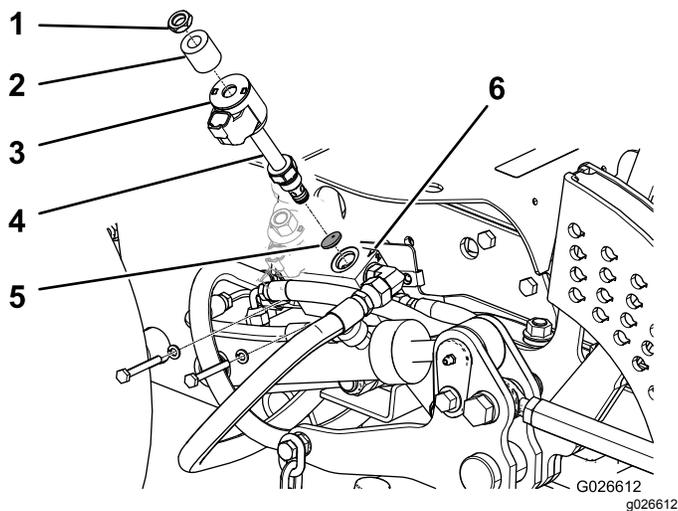

Figura 10
- E. Rimuovete il distanziale, la bobina e la valvola a solenoide dal collettore della valvola di sollevamento (Figura 10).
F. Inserite il disco dell'orifizio nell'apertura del collettore, posizionandolo in modo che l'estremità smussata sia rivolta verso l'interno (Figura 10).
H. Montate il gruppo bobina/distanziale nella valvola a solenoide (Figura 10).
I. Fissate il gruppo bobina/distanziale alla valvola con il dado (Figura 10) e serrate il dado a 7 N·m.